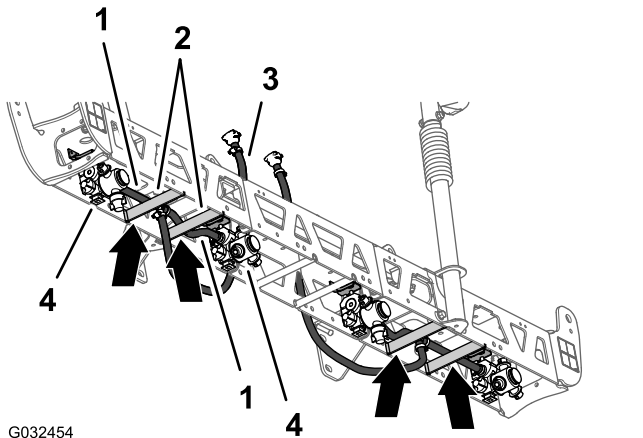
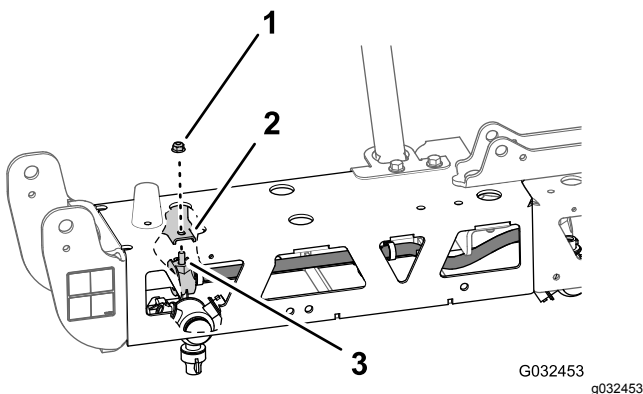

図 59
図 60
1. ホース13 mm長さ25cmとノズルのアセンブリを、外側トラスのブレースの間に通す 図 59。
2. ホースとノズルをトラスのブレースの上側に沿って、ブーム先端側のノズルマウントへ導く 図 59。
3. ノズルの六角ヘッドボルト5/16 x ¾"をノズルマウントの穴に通してノズルをマウントに仮止めする。ジオリンクスプレーシステム仕上げキットにあるフランジロックナット5/16"を使用する 図 60。
4. もう一方のホース13 mm長さ25cmとノズルのアセンブリを、外側トラスのブレースの間に通す 図 59。
5. ホースとノズルをトラスのブレースの上側に沿って、ブーム根元側のノズルマウントへ導く 図 59。
6. ノズルの六角ヘッドボルト5/16 x ¾"をノズルマウント 図 60の穴に通してノズルをマウントに仮
8. ホースとバーブ付きカップラ 13 x 810 mm ½ x 32"を、センターブームの左右のサポートブラケットのある側へ導く 図 59。
9. もう一方の外側トラスのホースノズルアセンブリについても、ステップ 1-8 の作業を行う 図 59 と 図 60。